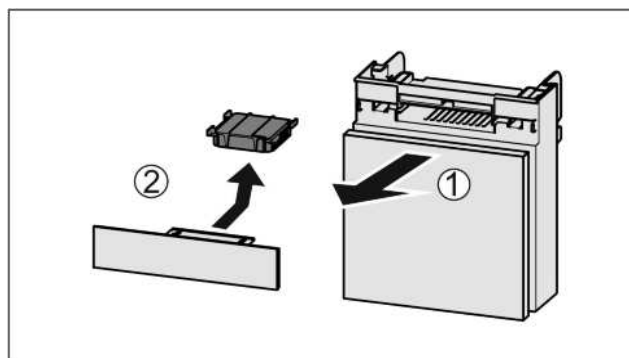

Fig. 36
- Вытянуть Fig. 36 (1) отделение движением вперед.
- Извлечение Fig. 36 (2) фильтра с активированным углем.